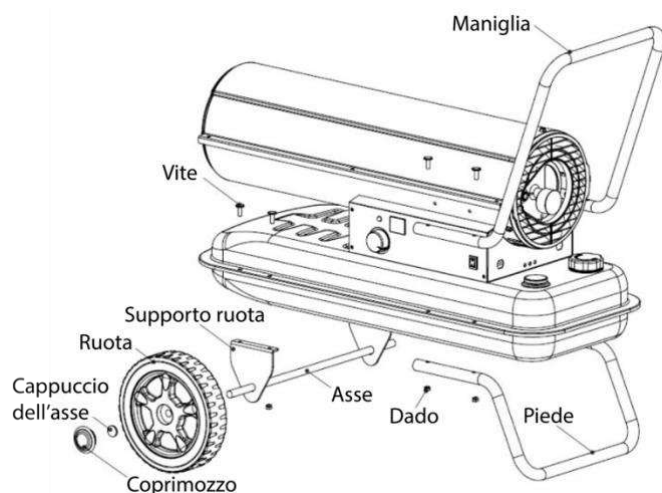

Figura 3. Montaggio della maniglia e delle ruote.
3. Posizionare la maniglia e il piede a livello dei fori sul serbatoio del carburante, inserire le viti nei fori e stringerle saldamente usando gli attrezzi adeguati. Vedere **figura 3**.